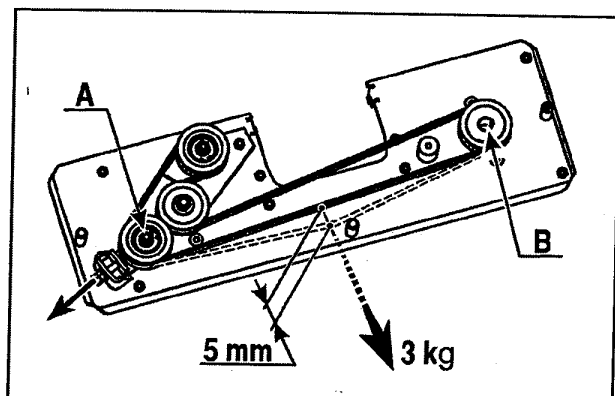

Fig. 36
### COURROIE DE LA TONDEUSE (Fig. 36) REGLAGE DE LA COURROIE CRANTEE
5. Régler l'écrou M10 jusqu'à atteindre la tension spécifique décrite sur la figure 36.
Courroie crantée de tondeuse	voir Fig. 36